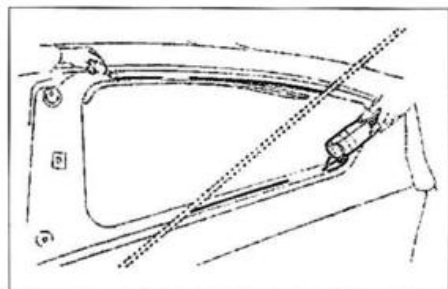

FIG. 57
- Enrasar el cordón de cola situado en la carrocería (fig. 57).